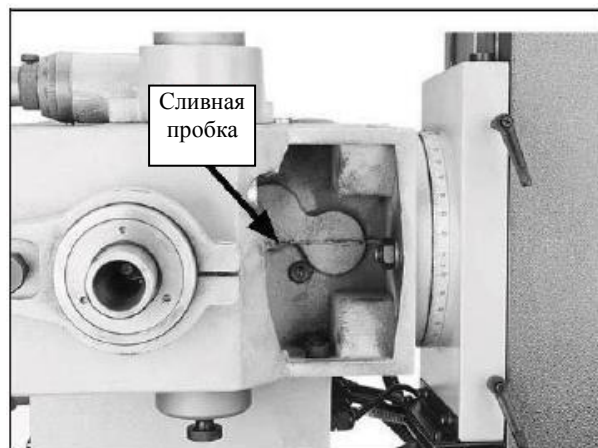

Рисунок 27. Сливная пробка шпиндельной бабки (для ясности шпиндельная бабка наклонена под углом 90°).
5. Снимите сливную пробку (см. **Рисунок 27**) снизу шпиндельной бабки. Полностью слейте масло в поддон.